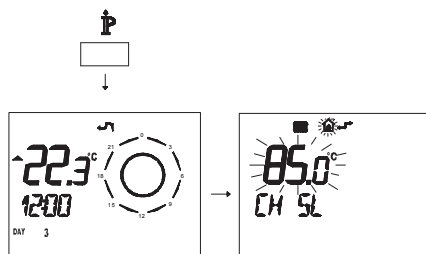

Figura 5.24
- Premere per più di 3 secondi il pulsante para per entrare in modalità **INFO** (Figura 5.24).